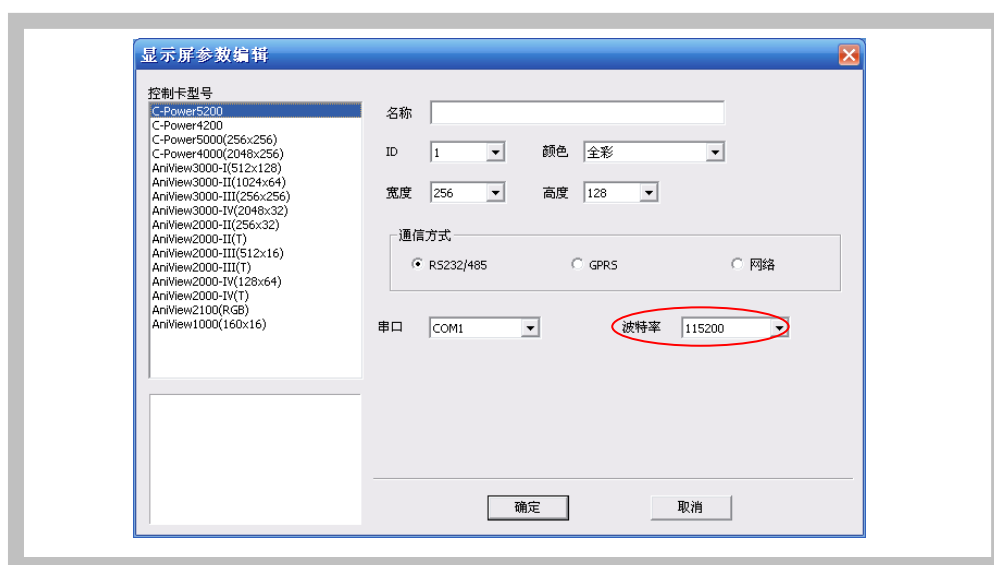
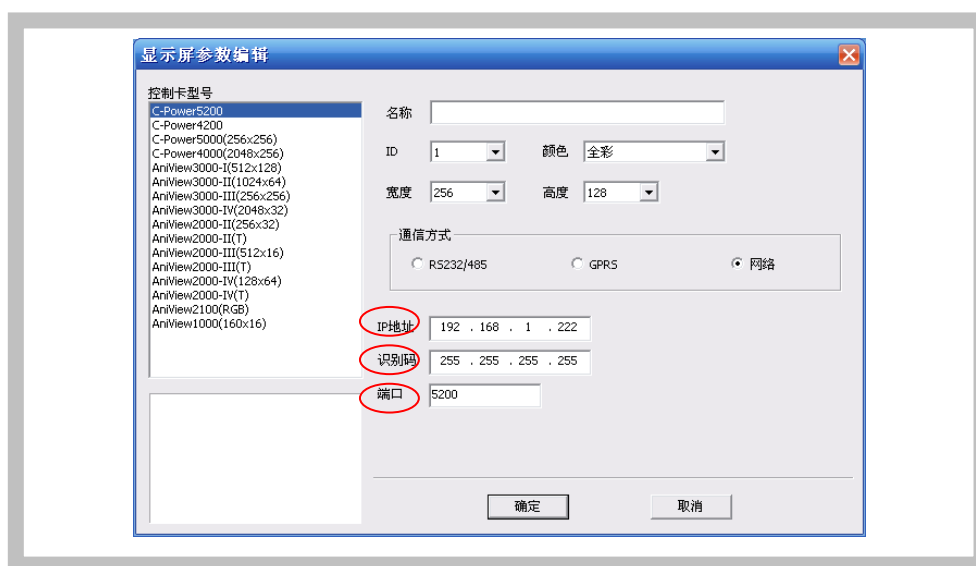

图11 串口方式下“显示屏参数编辑”对话框，
图12 局域网方式下“显示屏参数编辑”对话框
- 3) 在弹出的权限确认对话框中输入密码（初始密码为“16888”），弹出“显示屏参数编辑”对话框，如图11和图12所示。
- 4) 在图11和图12所示的“显示屏参数编辑”对话框中，根据显示屏控制器的实际硬件的设置情况进行定义